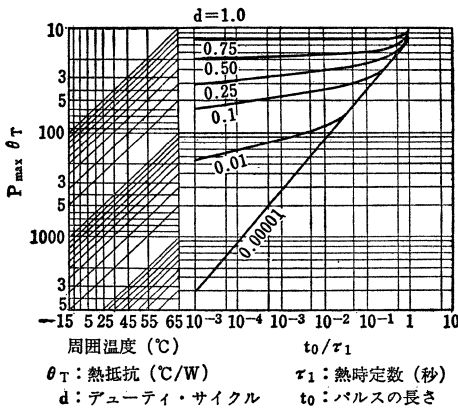
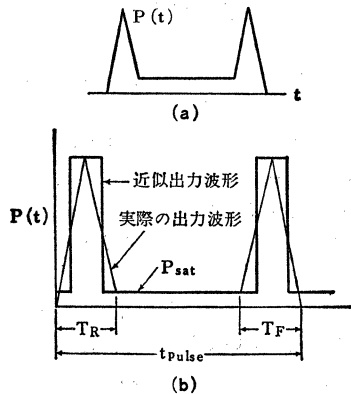

図15 最大許容電力とパルス特性との関係
図16
熱抵抗 θ_T と熱時定数 T_{th} を知れば (26) 式から規定される最大接合部温度に対し、トランジスタ内部に消費できる電力がわかります。図15は使用の便のため (26) 式をグラフにしたものです。
力波形は、飽和スイッチでは図16(a)のようになる。このような場合に図15を用いて P_{cmax} を求めるには立上り、立下りで消費される三角波形の電力を図16(b)のように矩形波に近似して求めることができます。このときには
として前述同様の手続きで図15から P_{cmax} を求めることができます。